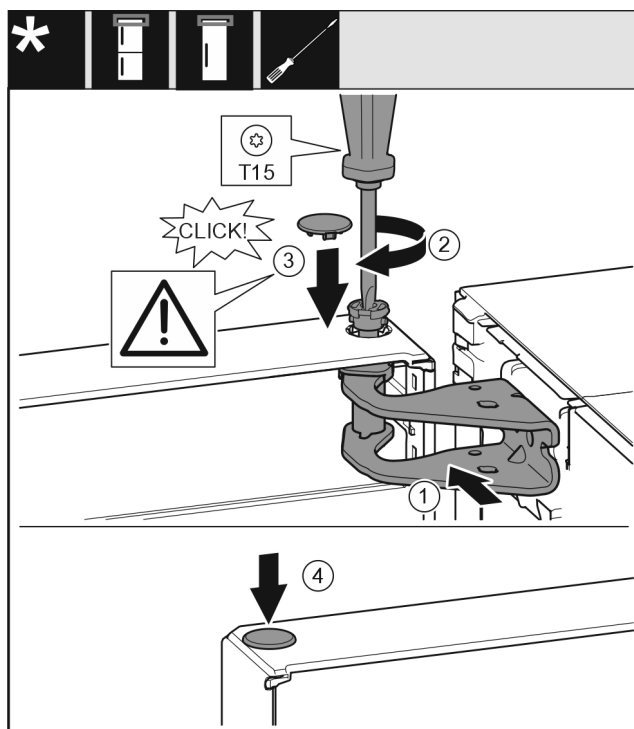

Fig. 20
- Rett ut døren øverst mot åpningen i lagerbukken. Fig. 20 (1)
- Sett inn bolten Fig. 20 (2) og skru fast med en skrutrekker.
- Monter sikkerhetsdekselet Fig. 20 (3) for å sikre døren: Sett inn sikkerhetsdekselet og kontroller at det hviler på døren. Hvis ikke, må boltene settes fullstendig inn.
- Sett inn pluggen Fig. 20 (4).